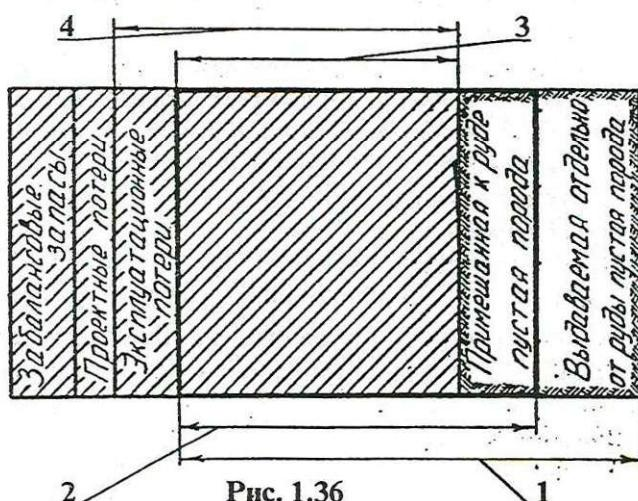

Рис. 1.36
38. На рис. 1.36 схематично показаны различные категории запасов месторождения. Укажите участок, объединенный под названием "эксплуатационные запасы".